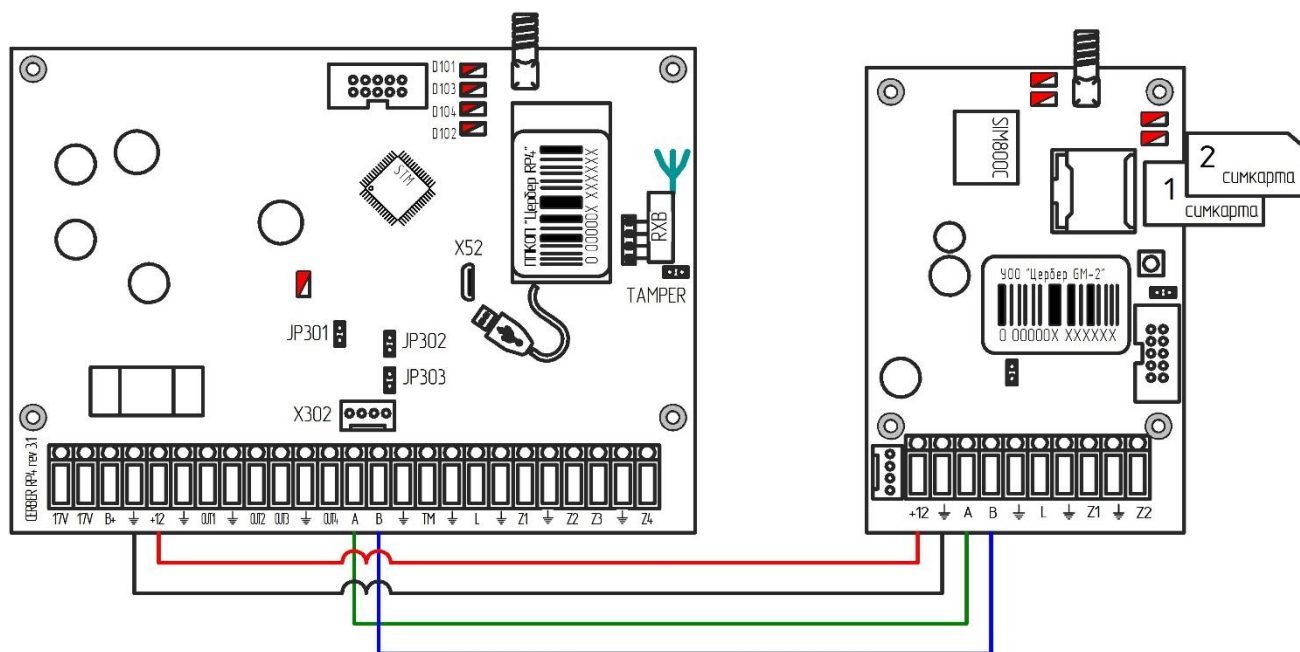

Рис. 42
1. ППКОП «Цербер RP4» + модем «Цербер GM2» (рис.42). Основным каналом связи в данном случае будет являться радиоканал. В случае невозможности доставки событий по радиоканалу доставка событий будет происходить через GSM. При работе через GSM прибор не будет ретранслировать события